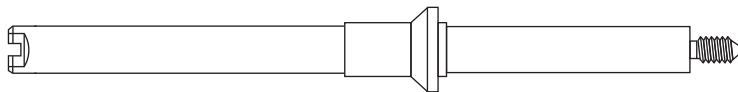

Figure 10 Tige de montage (G4513-20561)
- 7 Installez la tige de montage de l'injecteur (G4513-20561, Figure 10) sur l'extrémité fileté du cache-injecteurs du CPG. Si vous utilisez une tige de montage inadaptée (la tige de montage de l'ALS 7683B, par exemple), l'injecteur ne fonctionnera pas. La tige de montage fournie dans ce kit n'est compatible qu'avec l'injecteur G4513A.